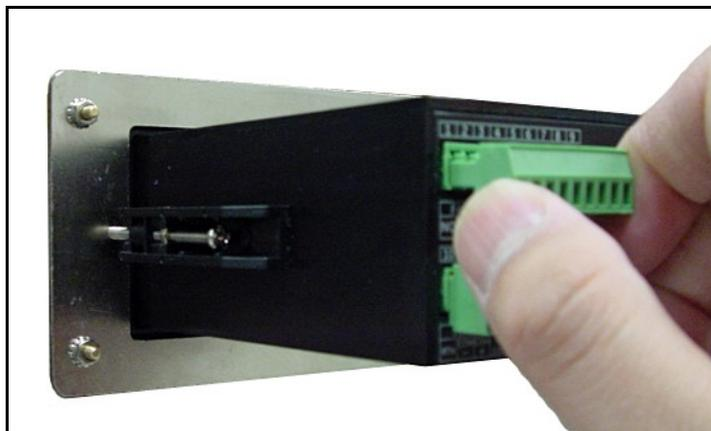

Figura 30: Extracción del conector superior
1. Retire el conector del bloque de terminales superior en la parte posterior del analizador **dew.IQ** (vea la *Figura 30* a continuación).
1. Retire el conector del bloque de terminales superior en la parte posterior del analizador **dew.IQ** (vea la *Figura 30 en la página 21* a continuación).